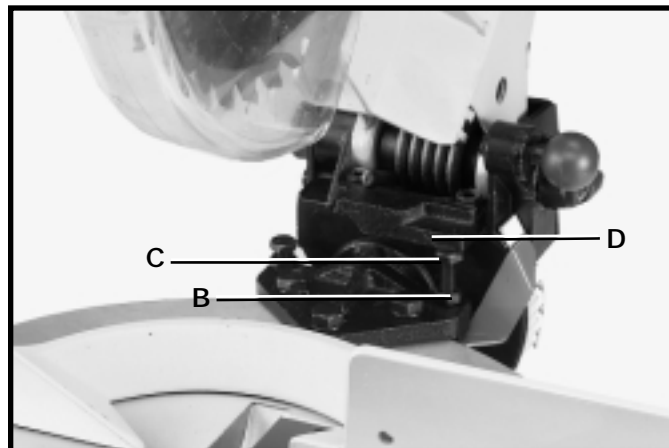

Fig. 27
4. Si un réglage est nécessaire, desserrez le contre-écrou (B) fig. 27, et tournez la vis (C) jusqu'à ce que sa tête entre en contact avec la partie en fonte (D) quand la lame est à 90° par rapport à la table. Resserez alors le contre-écrou (B).